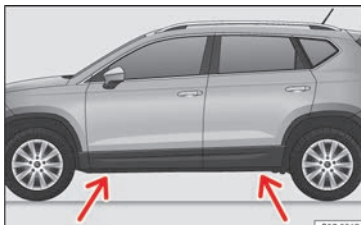

Fig. 75 Travesaño: marcas.
- Busque en el larguero la marca del punto de apoyo del gato (zona hundida) más cercana a la rueda a cambiar » » » fig. 75.